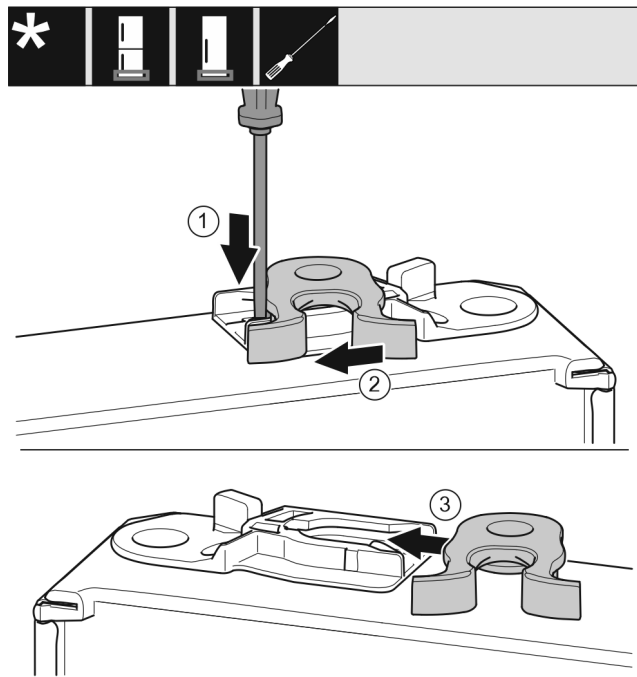

Fig. 21
- Plochým šroubovákem přitlačte lamelu Fig. 21 (1) dolů.
- Vytáhněte petlici Fig. 21 (2) z vedení.
- Petlici Fig. 21 (3) zasuňte do vedení na druhé straně.